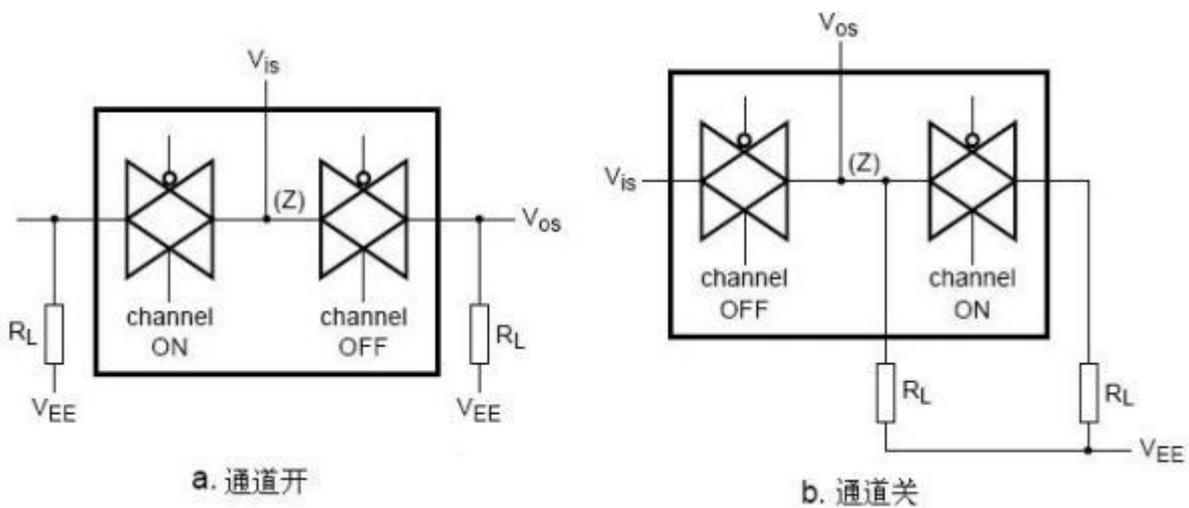

图 9、通道间串扰测试图
- 1、  $R_L = 1\text{ k}\Omega$ ;  $20\log V_{os}/V_{is} = -50\text{dB}$ , 见图9